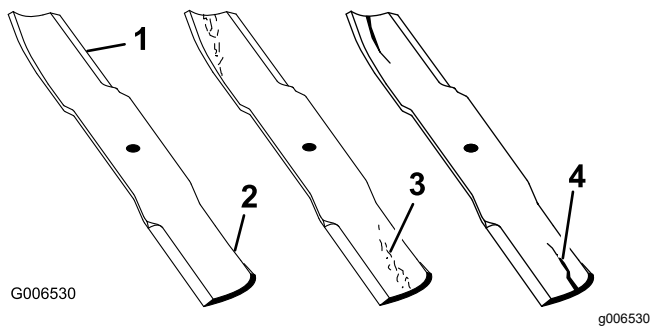

Figura 113
1. Inspeccione as extremidades de corte (Figura 113).
4. Se verificar quaisquer fissuras, desgaste, ou a formação de ranhuras nesta área instale imediatamente uma lâmina nova (Figura 113).